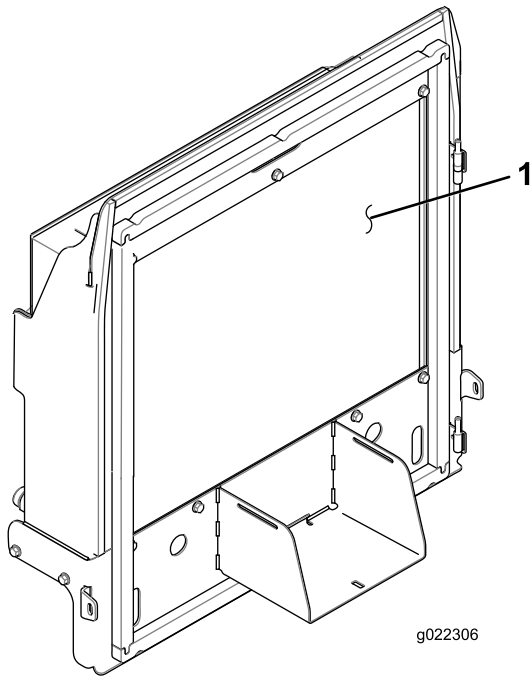

Figure 66
4. Nettoyez soigneusement les deux côtés du radiateur/refroidisseur d'huile (Figure 66) à l'air comprimé.